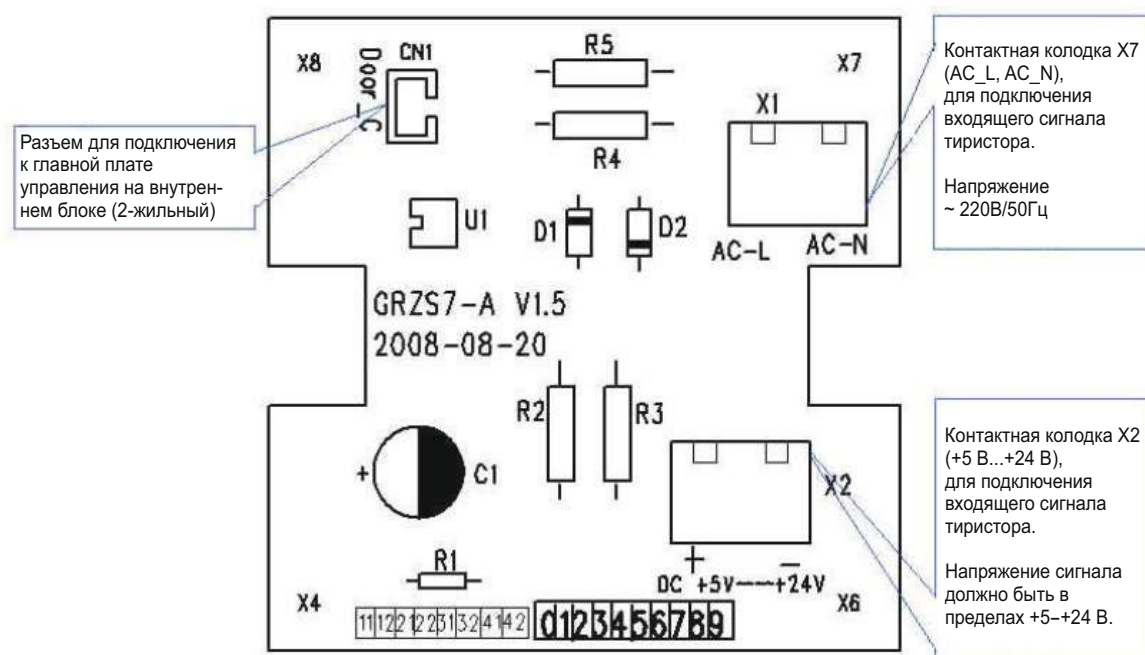

Рис. 7.36
7.5.13.9 Схема разъемов блока ключ-карты МК03 (рис. 7.36).